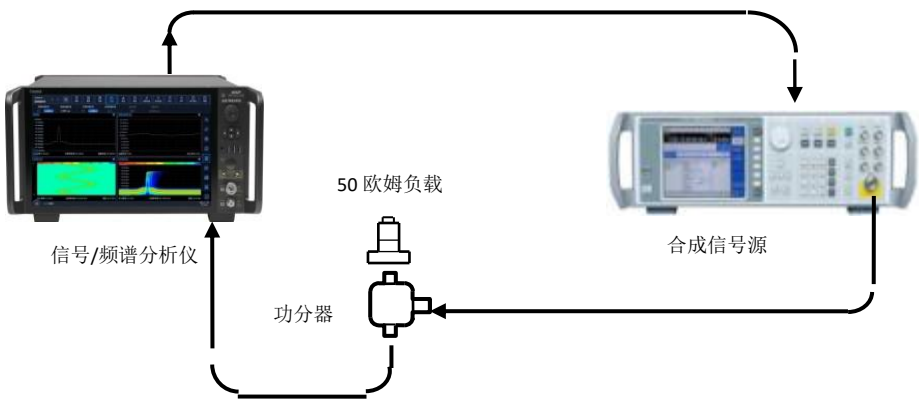

图 7.19 射频输入 2 频率响应测试示意图 (3Hz ~ 50MHz)
- 46) 如图 7.19 连接测试仪器和设备，功分器的两个输出端分别接 50 欧姆负载和信号/频谱分析仪；